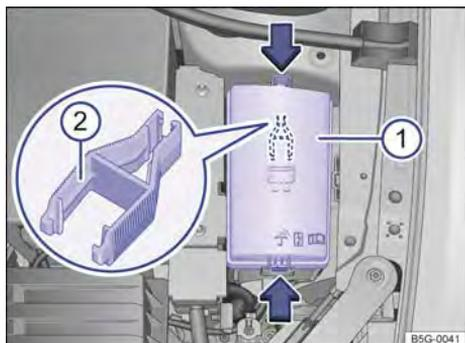

Fig. 138 En el compartimiento del motor: cubierta ① de la caja de fusibles con pinza de plástico ②.
- Presionar las trabas en el sentido de la flecha → fig. 138 ①, para desbloquear la cubierta de la caja de fusibles.
En el lado interno de la cubierta de la caja de fusibles en el compartimiento del motor puede haber una pinza de plástico → fig. 138 ② para retirar los fusibles.